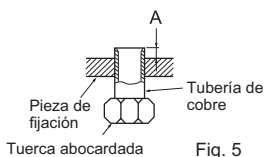

Fig. 5
- Introduzca la manguera de drenaje en el manguito del orificio de la pared (C) y enganche la parte superior de la unidad interior en la placa de instalación (1). A continuación, desplace la unidad interior totalmente a la izquierda para facilitar la colocación de las tuberías en la parte posterior de la unidad. (Fig. 5)
- Corte un trozo de cartón de la caja de embalaje, enróllalo, engánchelo en el saliente trasero, y utilícelo como espaciador para levantar la unidad interior. (Fig. 5)
- Conecte el tubo de refrigerante a la tubería de extensión (B).
- Empuje la parte inferior de la unidad interior hacia la palanca de instalación (1).